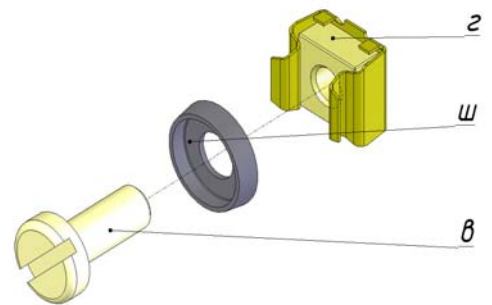

Рисунок 5. Крепежный элемент
6.1 Установка 19" аксессуаров (приборов) и оборудования производится на перфорированный профиль при помощи *крепежного элемента*. Крепежный элемент (см. рис.5.) представляет собой винт (в) с пластмассовой шайбой (ш) и квадратной гайкой в металлической обойме(з) (поставляется отдельно).